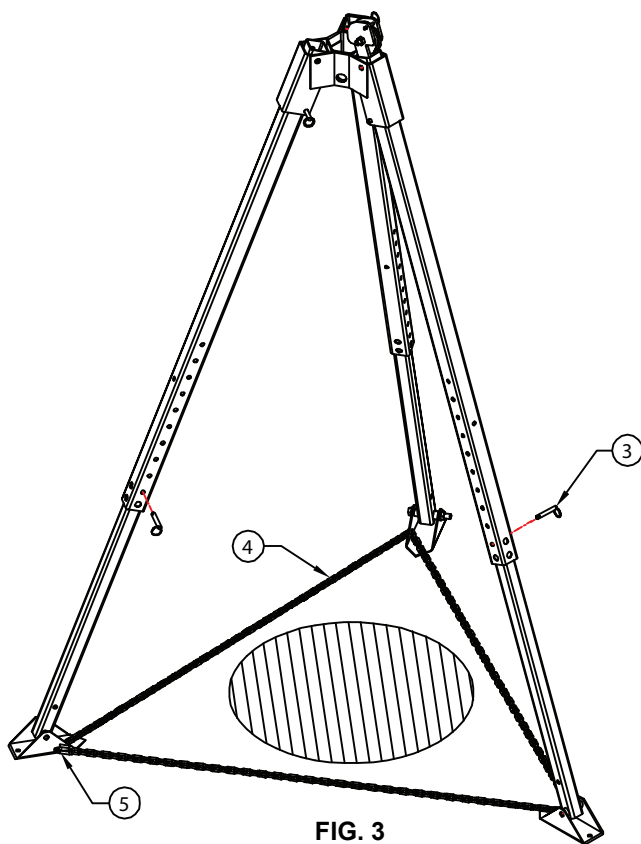

FIG. 3
5. Posizionare il treppiede sopra il punto di accesso (Fig. 3) e verificare che la struttura sia stabile e in piano. Per regolare la lunghezza delle gambe, rimuovere i perni di regolazione e allungare o accorciare le gambe in base alle necessità. Quando il treppiede è in piano, assicurarsi di reinserire tutti i perni di regolazione delle gambe.